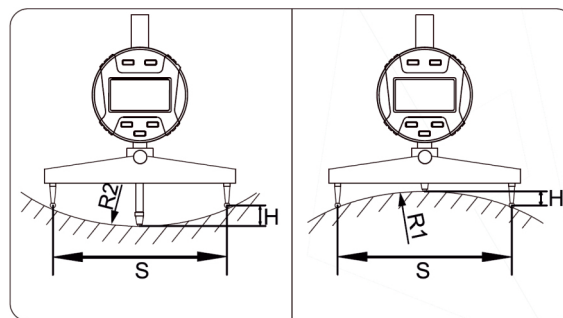

Abb. 1
**Messmöglichkeiten:** Das Messgerät kann den Radius (R1 für außen, R2 für innen) und die Sehnenhöhe (H) von Bögen messen (siehe Abb. 1). Die Anzeige zeigt die Ergebnisse gemäß Abb. 2 an.